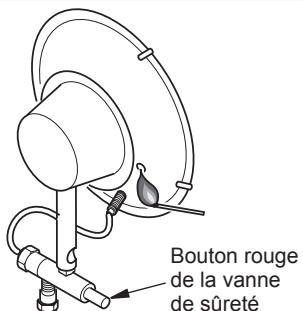

Figure 6 - Allumage de l'appareil de chauffage avec une allumette
- Poussez et relâchez en succession rapide l'allumeur piézo-électrique (deux brûleurs) ou placez une allumette allumée près de l'avant de l'élément de chauffage (l'écran grillagé) du brûleur que vous allumez en utilisant le trou situé sur le côté du réflecteur. Voir figure 6.
- Appuyez sur le bouton rouge de la soupape de sécurité qui laisse entrer le gaz au brûleur (voir figure 6).